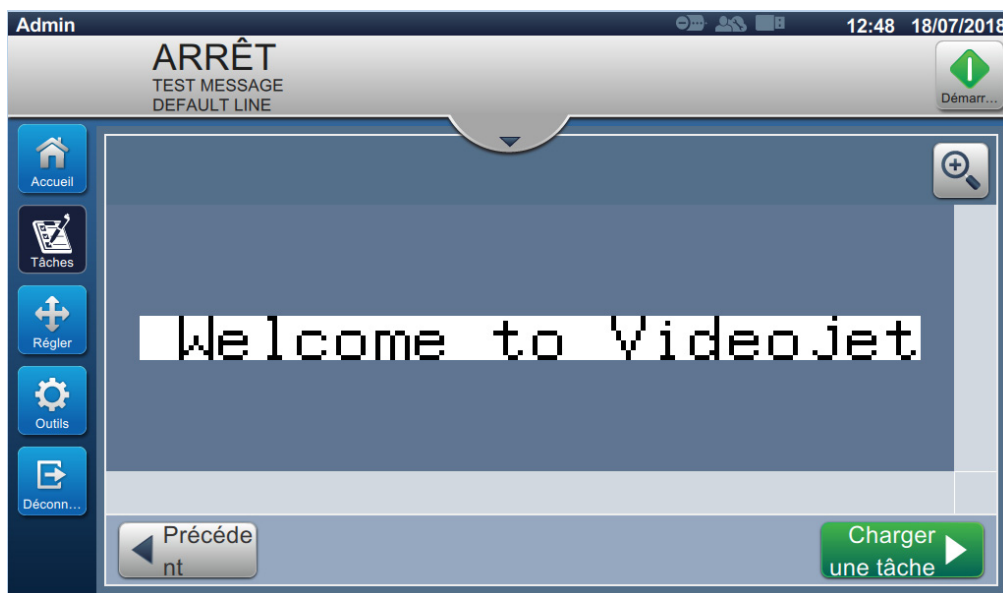

Figure 4-4 : Sélection et chargement de la tâche
3. Appuyez sur le bouton **Charger une tâche** pour charger la tâche à imprimer, tel qu'illustré dans la Figure 4-4.